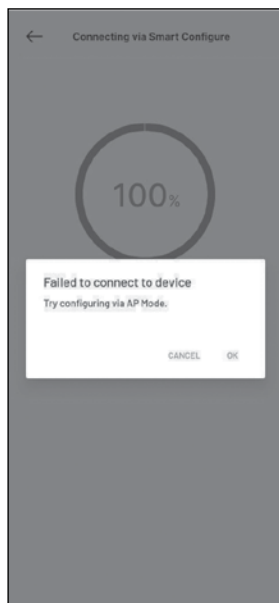

Рис. 40
1. Если интеллектуальная настройка не удалась, появится страница (рис. 40).